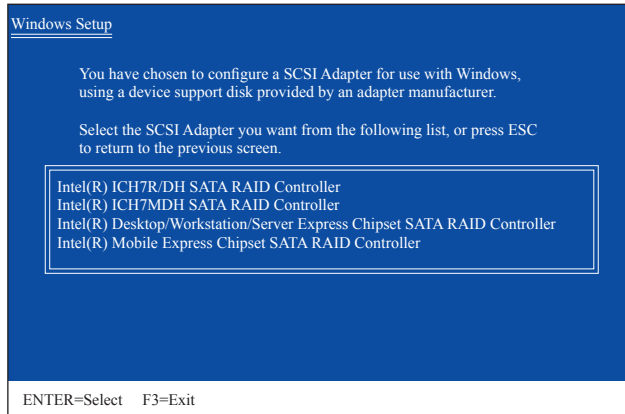

図 1
SATA RAID/AHCIドライバを含むフロッピーディスクを挿入し、<Enter>を押します。次に、以下の図1のようなコントローラメニューが表示されます。上または下矢印キーを使用して **Intel(R) Desktop/Workstation/Server Express Chipset SATA RAID Controller** を選択し、<Enter>を押します。AHCIモードの場合、キーボードの矢印キーを使用して **Intel(R) Desktop/Workstation/Server Express Chipset SATA AHCI Controller** アイテムにスクロールし<Enter>を押します。